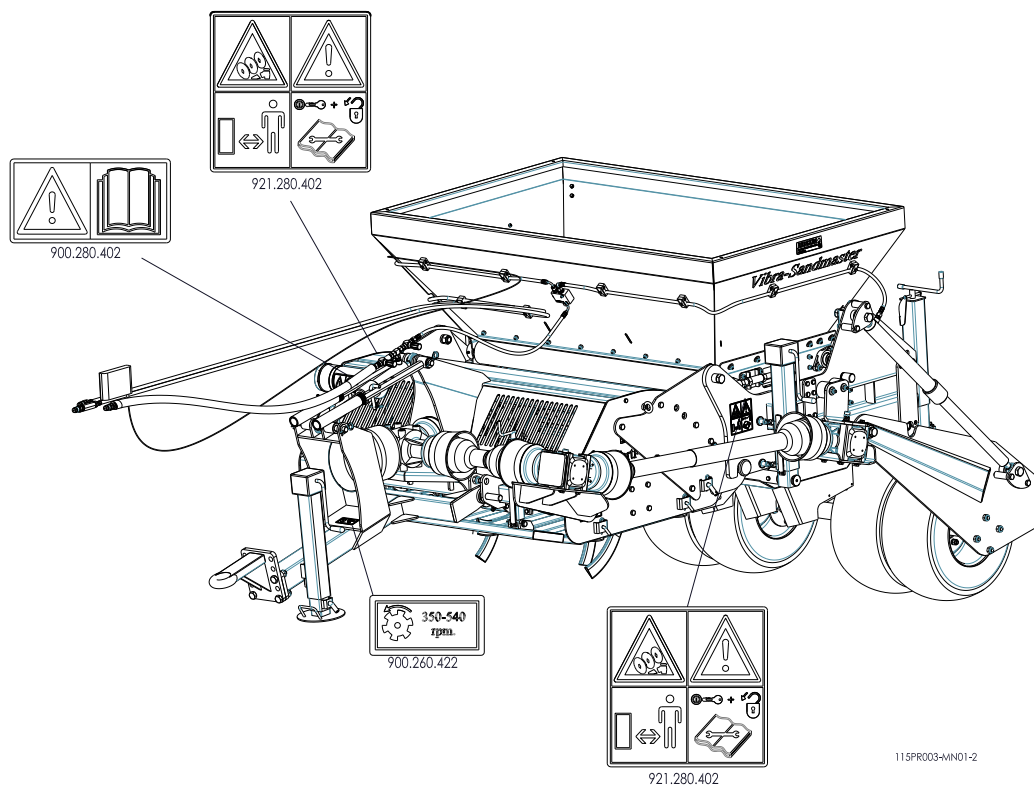

Fig. 5
Aan weerszijden van de Vibra-Sandmaster is op het zijbord een veiligheidssticker (Fig. 5) met een gelijkluidende betekenis aanwezig. Deze veiligheidssticker moet altijd goed zichtbaar en leesbaar zijn en moet, wanneer deze beschadigd is, worden vervangen.
(7) Plaatsing veiligheidsstickers. (Fig 5.)